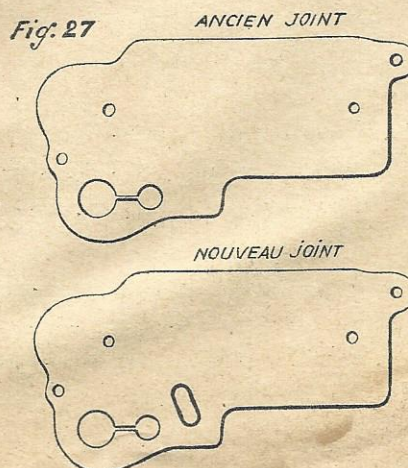

Fig. 27
- 3° — Remplacer le joint du couvercle de cuve, Réf. 13239 M, par le nouveau joint (même référence) comportant un trou supplémentaire et permettant de prendre l'air dans la cuve pour le passage de l'air d'émulsion du tube-gicleur de ralenti (Fig. 27).